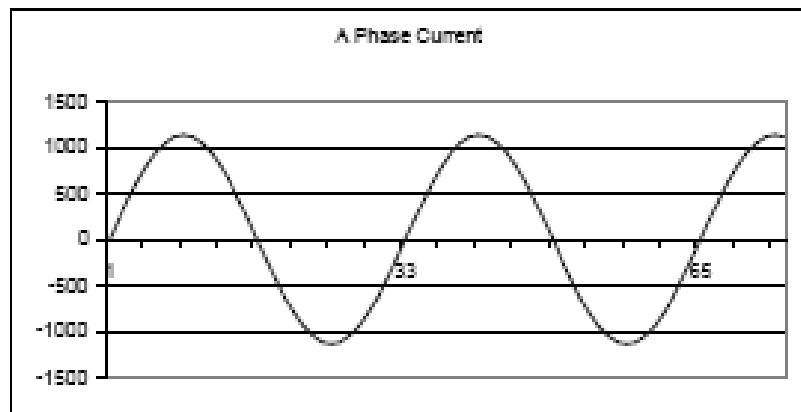
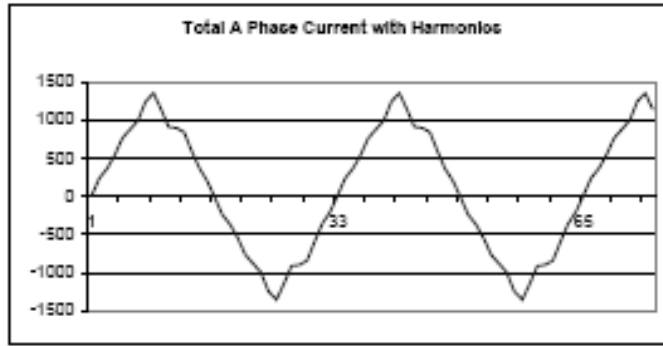
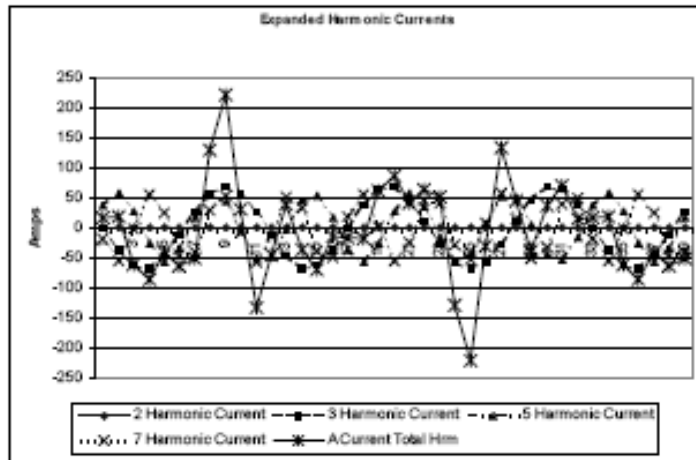

Figura D.10: Forma de onda De la Corriente De No distorsionado
Figura D.11: Onda actual torcida
Figura D.12: Formas de onda de los armónicos
■ La distorsión armónica es sobre todo el resultado de altas concentraciones de cargas no lineares. Los dispositivos tales como fuentes de alimentación de computadora, velocidad variable conducen y los lastres ligeros fluorescentes hacen las demandas actuales que no emparejan la forma de onda sinusoidal de la electricidad de la CA. Consecuentemente, la forma de onda actual que alimenta estas cargas es periódica pero no sinusoidal. La figura D.10 demuestra una forma de onda actual normal, sinusoidal. Este ejemplo no tiene ninguna distorsión.
La figura D.11 demuestra una forma de onda actual con una pequeña cantidad de distorsión armónica. La forma de onda sigue siendo periódica y está fluctuando en el normal 60 hertzios de frecuencia. Sin embargo, la forma de onda no es una forma sinusoidal lisa según lo considerado en la figura D.10.
■ La distorsión observada en la figura D.11 se puede modelar como la suma de varias formas de onda sinusoidales de las frecuencias que son múltiplos del fundamental 60 hertzios de frecuencia. Esto que modela es realizada matemáticamente desmontando la forma de onda torcida en una colección de formas de onda de una frecuencia más alta. Estas formas de onda de una frecuencia más alta se refieren como armónicas. La figura D.12 demuestra el contenido de las frecuencias armónicas que hacen para arriba la porción de la distorsión de la forma de onda en la figura D.11.
Las formas de onda demostradas en la figura D.12 no se alisan sino proporcionan una indicación del impacto de combinar frecuencias armónicas múltiples juntas.